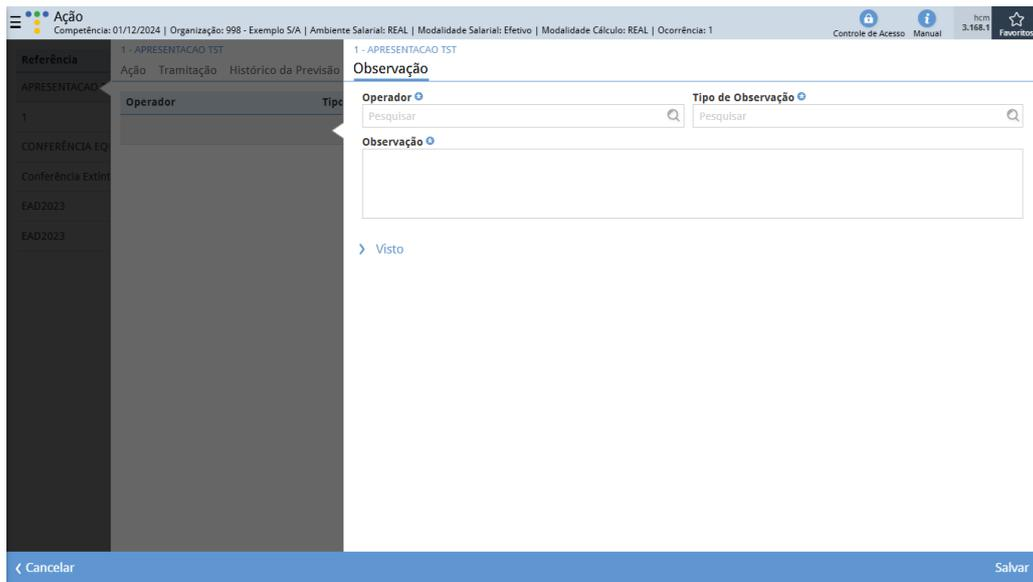

Figura 129: Formulário
2. Preencha o formulário (Figura 129) com as informações solicitadas: